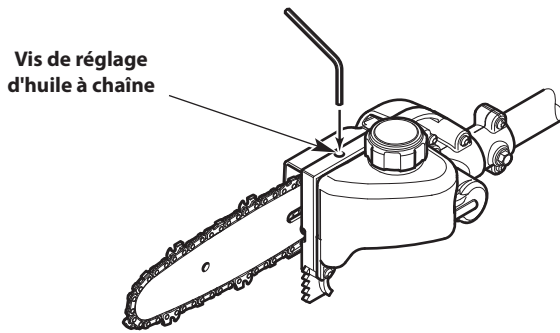

Fig. 22
1. Insérez une clé Allen de 3/32 po dans la vis de réglage d'huile à chaîne (Fig. 22).